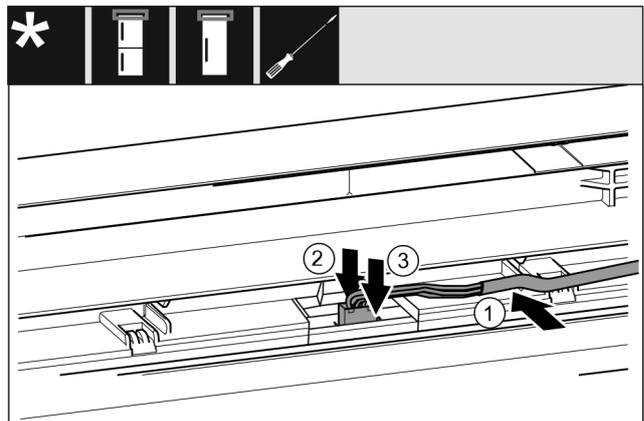

Fig. 34
- ▶ Graues Kabel in die Führung in der oberen Tür einlegen. *Fig. 34 (1)*
- ▶ Rastnase nach hinten drücken. *Fig. 34 (2)*
- ▶ Stecker einrasten. *Fig. 34 (3)*